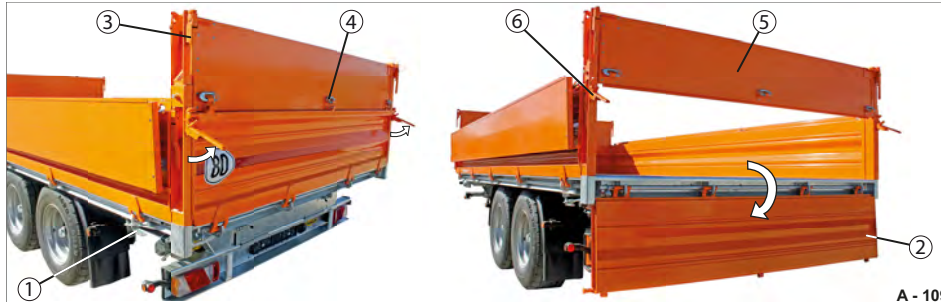

Abb. 115 Heck-Bordwand abgeklappt / Bordwandaufsatz pendelnd
Die Verschlüsse des Bordwandaufsatzes (Abb. 115/3) und die Zentralverriegelung (Abb. 115/1) müssen geschlossen bleiben!
Die Scharniere (Abb. 115/4) müssen gelöst sein!
- ▶ Lösen Sie die Scharniere des Bordwandaufsatzes (Abb. 115/4).
- ▶ Entriegeln Sie die Verschlüsse der Heck-Bordwand (Abb. 115/6).
- ▶ Halten Sie die Heck-Bordwand (Abb. 115/2) fest und klappen Sie diese langsam / kontrolliert herunter. Die Heck-Bordwand ist abgeklappt. Der Bordwandaufsatz (Abb. 115/5) pendelt an den Verschlüssen (Abb. 115/3).
- ▶ Klappen Sie die Heck-Bordwand (Abb. 115/2) hoch.
- ▶ Verriegeln Sie die Verschlüsse (Abb. 115/6) der Heck-Bordwand (Abb. 115/2).
- ▶ Sichern Sie die Scharniere (Abb. 115/4) des Bordwandaufsatzes. Die Heck-Bordwand und Bordwandaufsatz sind gesichert.